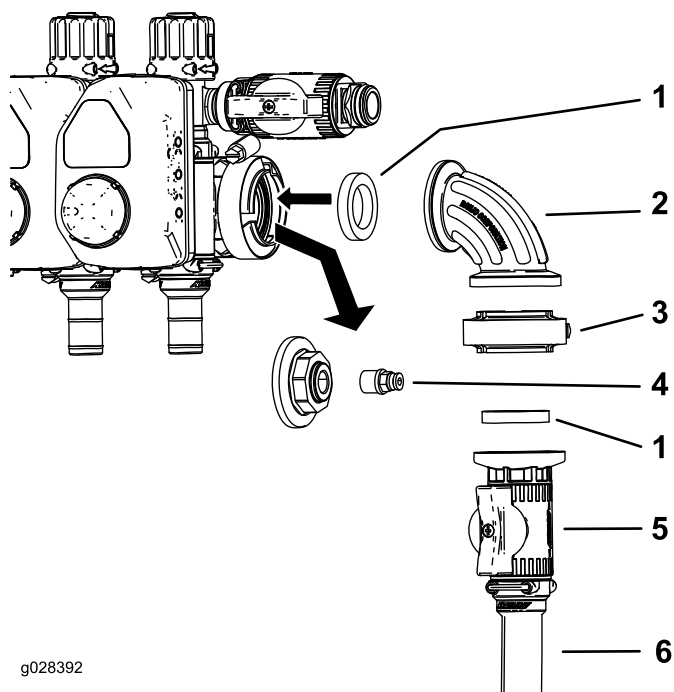
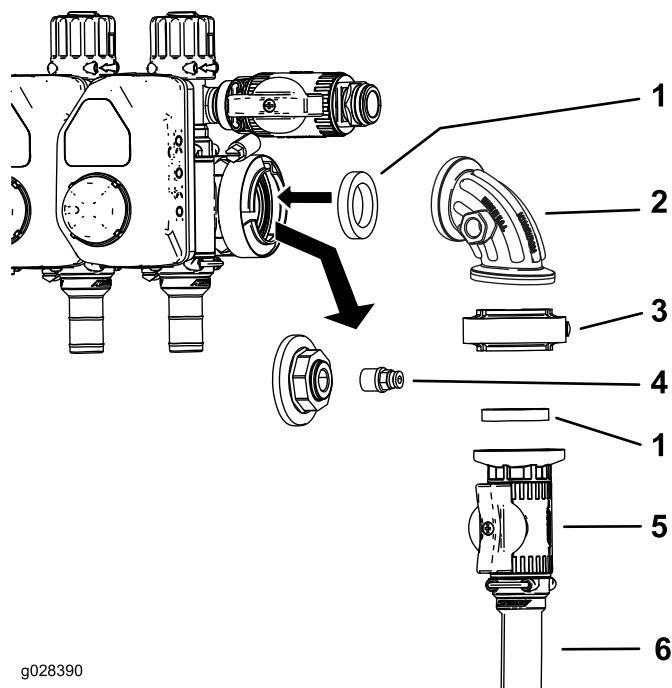

図 7
図 8
1. 水圧ゲージポートにエンドキャップとカップラを固定しているフランジクランプを外す 図 7 または 図 8。
2. エンドキャップからカップラを外す 図 7 と 図 8。
3. 制御バルブアセンブリを 図 7 または 図 8 のように取り付ける。
4. 90度フィッティングの空いているポートにカップラを取り付ける 図 7 または 図 8。
**注** マルチプロ 1750 と WM の 90 フィッティングの側面についているポートは 図 7 では前側にあります図示していません。
5. ホースクランプを使って、ホースリール給液ホースを、制御バルブに取り付ける 図 7 または 図 8。